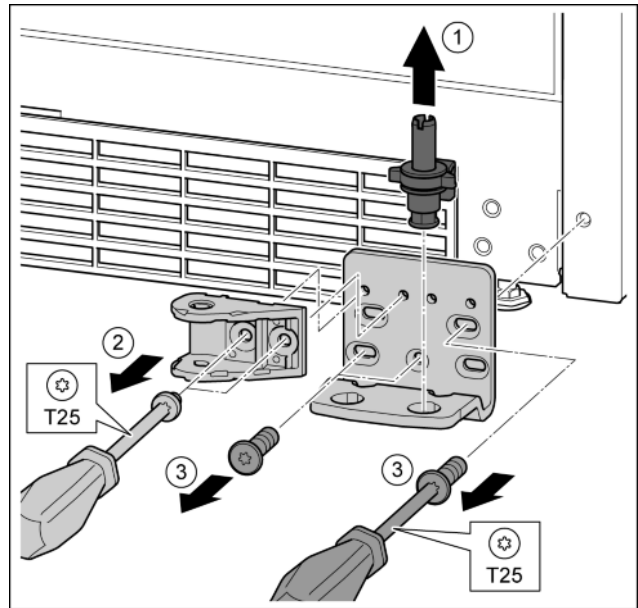

Fig. 28
- ▶ Lagerbolzen komplett nach oben herausziehen. Fig. 28 (1)
- ▶ Schrauben mit Schraubendreher T25 herausdrehen und Schließdämpferverbindung abnehmen. Fig. 28 (2)
- ▶ Schrauben mit Schraubendreher T25 herausdrehen und Lagerbock abnehmen Fig. 28 (3)